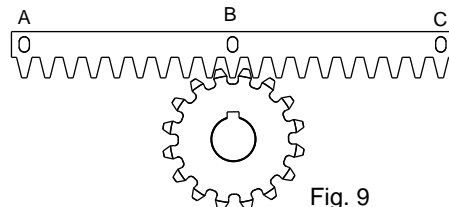
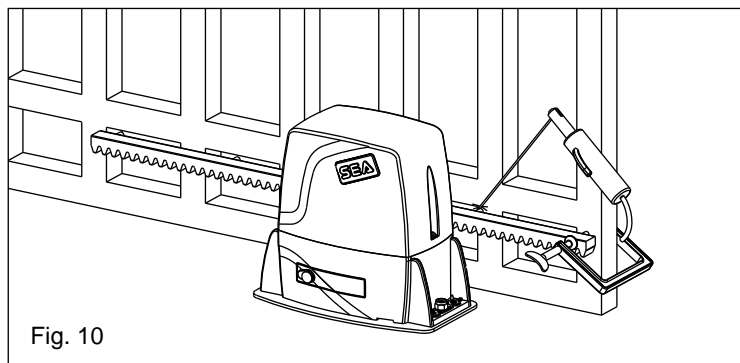

Fig. 9
Fig. 10
**6.3.** Poser l'élément de la crémaillère sur le pignon denté du motoréducteur de façon qu'il résulte parallèle à la guide du pavement du portail et le positionnant comme dans Fig. 9 pointer par soudure électrique le cliquet central "B" à la structure du portail (Fig. 10).